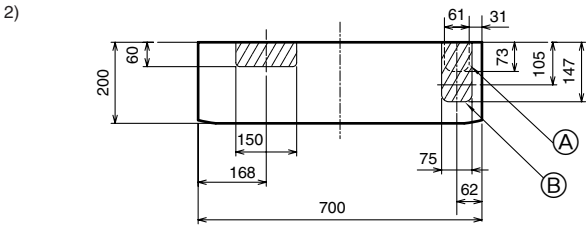

Fig. 3-8
- 2) Pour la tuyauterie inclinée vers le bas cote droit ou gauche (Fig. 3-8)